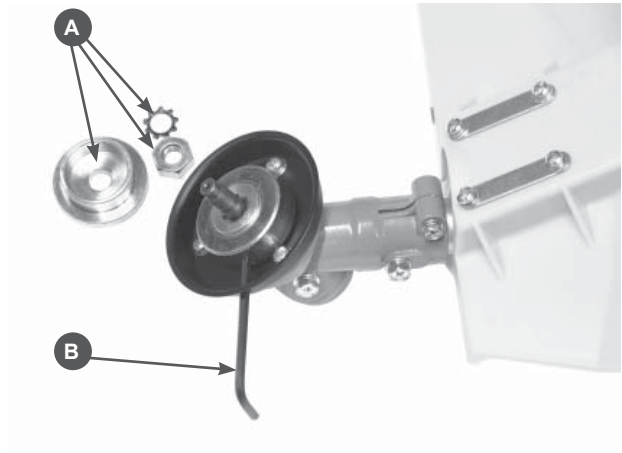

Рис.3
Для установки режущего инструмента установите в отверстие шайбы редуктора стопор (A) и демонтируйте гайку и шайбы редуктора (B) Рис.3.